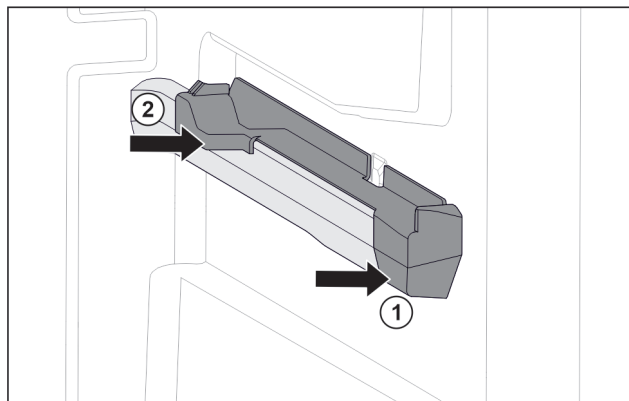

Fig. 76 Násuvný diel na pravom rebro nádoby
- ▶ Nasadte násuvný diel vpredu na rebro nádoby. Fig. 76 (1)
- ▶ Pritlačte násuvný diel vzadu. Fig. 76 (2)